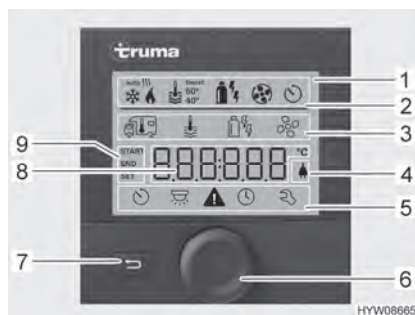
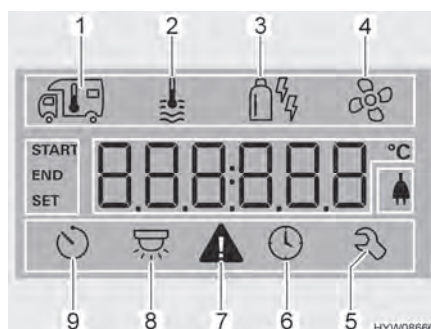

Fig. 115 Unidad de mando con visualizaciones
Fig. 116 Display (unidad de mando)
- Línea de estado (Fig. 115,2)
- Línea del menú superior (Fig. 115,3)
- Zona de visualización (Fig. 115,8)
- Línea del menú inferior (Fig. 115,5)
- Pulsar el pulsador giratorio (Fig. 115,6) por aprox. 3 segundos. Se visualizarán las dos líneas de menú (Fig. 115,3 y Fig. 115,5). El primer símbolo parpadeará.
- Girar el pulsador giratorio (Fig. 115,6) hasta que parpadee el símbolo de menú deseado.
- Pulsar el pulsador giratorio para guardar el valor ajustado. Si sin embargo no se desea cambiar el valor ajustado originalmente: Pulsar la tecla Atrás (Fig. 115,7).
- Girar el pulsador giratorio (Fig. 115,6) hasta que parpadee el símbolo de menú Calefacción (Fig. 116,1).
- Pulsar el pulsador giratorio para guardar el valor ajustado. El símbolo en la línea de estado (Fig. 115,2) parpadeará hasta que se haya alcanzado la temperatura ambiente ajustada. Si sin embargo no se desea cambiar el valor ajustado originalmente: Pulsar la tecla Atrás (Fig. 115,7).
- Girar el pulsador giratorio (Fig. 115,6) hasta que parpadee el símbolo de menú Agua caliente (Fig. 116,2).
- Pulsar el pulsador giratorio para guardar el valor ajustado. El símbolo en la línea de estado (Fig. 115,2) parpadeará hasta que se haya alcanzado la temperatura de agua caliente ajustada. Si sin embargo no se desea cambiar el valor ajustado originalmente: Pulsar la tecla Atrás (Fig. 115,7).
- Girar el pulsador giratorio (Fig. 115,6) hasta que parpadee el símbolo de menú de modo de funcionamiento (Fig. 116,3).
- Pulsar el pulsador giratorio para guardar el modo de funcionamiento ajustado. Si sin embargo no se desea cambiar el modo de funcionamiento ajustado originalmente: Pulsar la tecla Atrás (Fig. 115,7).
- Girar el pulsador giratorio (Fig. 115,6) hasta que parpadee el símbolo de menú Ventilador (Fig. 116,4).
- Girar el pulsador giratorio (Fig. 115,6) hasta que parpadee el símbolo de menú Reloj programador (Fig. 116,9).
- Pulsar el pulsador giratorio. El reloj programador estará activado. El símbolo Reloj programador (Fig. 116,9) parpadeará si el reloj programador está programado y activo.
En caso de una advertencia, parpadeará el símbolo de advertencia (Fig. 116,7). La calefacción continuará funcionando. Si sólo se trata de una avería temporal, el símbolo de advertencia se apagará automáticamente.